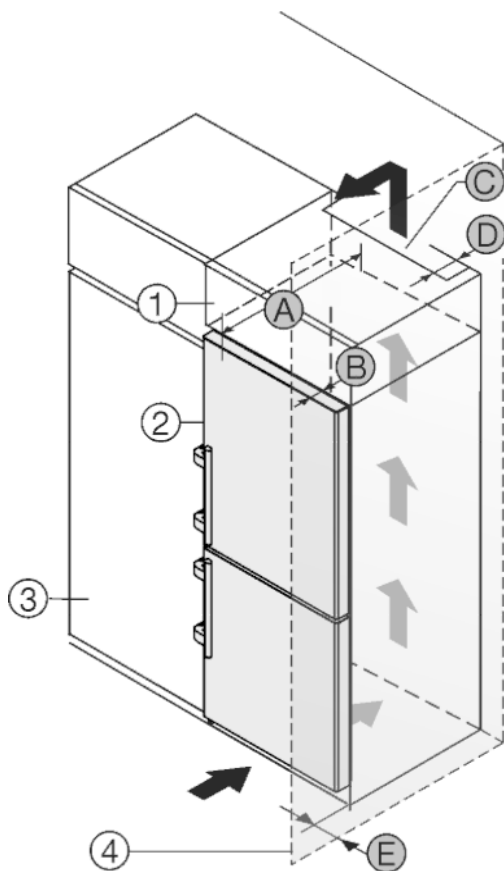

Fig. 49
Устройство может быть окружено кухонными шкафами. Чтобы уравнять устройство Fig. 49 (2) по высоте с кухонной стенкой, можно установить над устройством дополнительный шкафчик Fig. 49 (1).
Установить устройство можно непосредственно рядом с кухонным шкафом Fig. 49 (3). Чтобы можно было полностью открыть двери, устройство должно выступать на глубину Fig. 49 (B) относительно передней стенки кухонного шкафа. В зависимости от глубины кухонных шкафов и использования пристенных распорок устройство может выступать и больше.
- На задней стенке дополнительного шкафчика должен быть вентиляционный канал с глубиной Fig. 49 (D) по всей ширине этого шкафа.
- Нужно соблюдать вентиляционное отверстие Fig. 49 (C) под нижней панелью.
Если устройство установлено на шарнирах у стены Fig. 49 (4), то нужно соблюдать расстояние Fig. 49 (E) между устройством и стеной. Настолько выступает ручка при открытой двери.